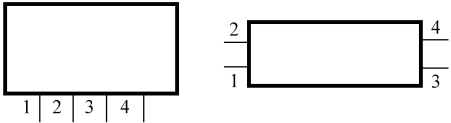

图 2-78 霍尔元件的引脚排列图
霍尔元件一般有四个引脚，其引脚排列如图 2-78 所示，其中①、②脚为电源端，③、④脚为信号输出端。